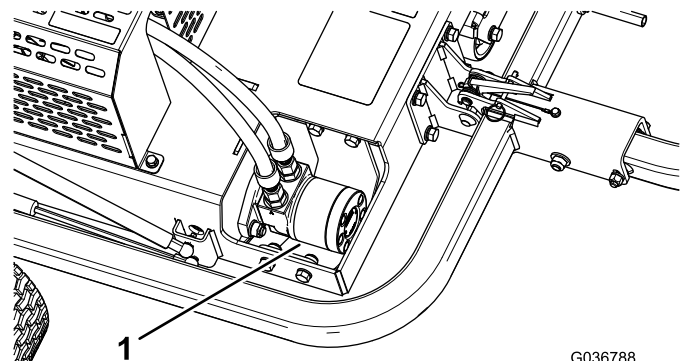

Figura 41
3. Elimine la suciedad y los residuos del área alrededor del motor hidráulico (Figura 41).